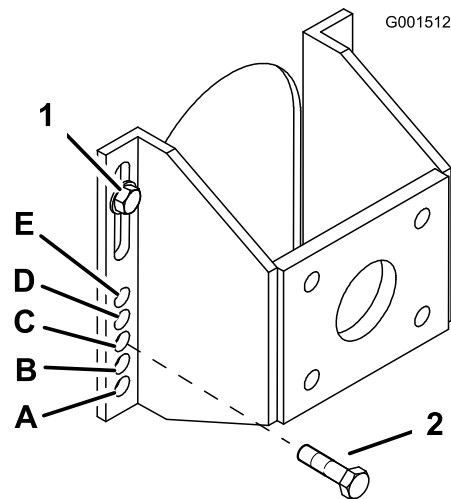

Figura 20
5. Afloje, sin retirarlos, los 2 pernos superiores del eje (Figura 20).
6. Retire los 2 pernos inferiores del eje (Figura 20).
7. Eleve o baje el soporte de montaje para poder instalar los 2 pernos de ajuste del eje en el taladro deseado (Figura 20).